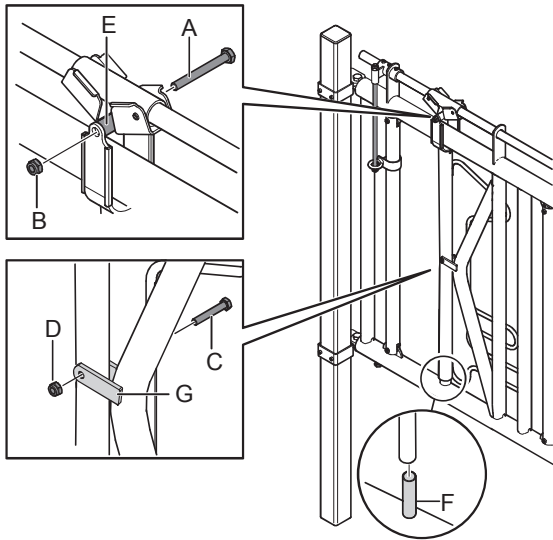

Fig. 33
1. Fjern skruen (A), låsemutteren (B) og hydraulikkslangen (E) fra det gamle dreibare røret (se Fig. 33).
2. Fjern skruen (C), låsemutteren (D) og det gamle dreibare røret.